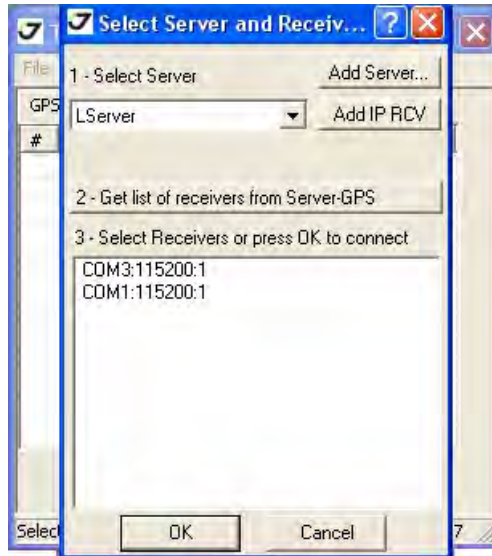

Рисунок 2-16. Параметры соединения
2. Запустите программу TriVU. Выберите последовательный порт и нажмите *Ok* (Рис. 2-16).